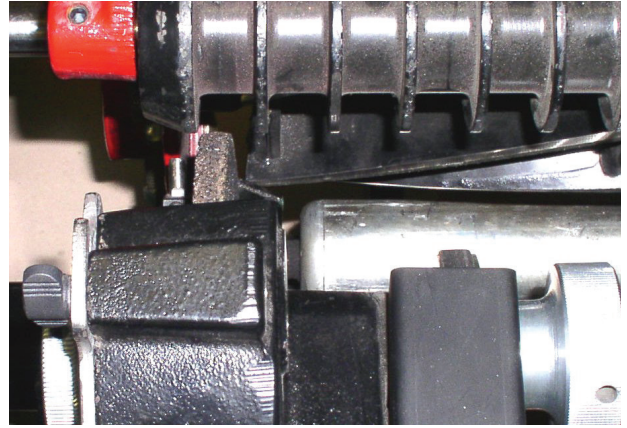
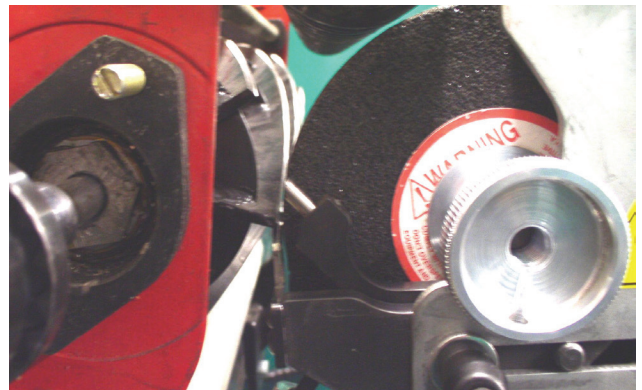
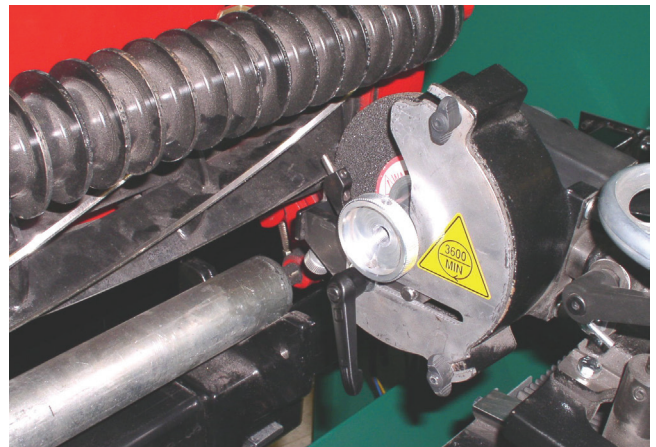

Fig. 69
Fig. 70
Fig. 71
- F. Nu kan du justere bagvinklen, som du ønsker at anvende på cylinderbladet. (Den gennemsnitlige vinkel, der anbefales af producenten, er 20-40 grader. Kontakt den enkelte cylinderproducent for at få den præcise vinkel oplyst, hvis du er i tvivl). Ved at se ned ad cylinderen fra operatørens position kan du se cylinderbladet og dets relative position i forhold til slibeskiven. Se fig. 70. Ved at hæve slibeskiven kan du reducere bagslibevinklen, og omvendt kan du ved at sænke slibeskiven forøge bagslibevinklen. Før slibeskiveenheden til højre side af cylinderen. Stram alle tre (3) låsehåndtag igen.
- M. Drej fremføringen hele vejen til venstre til venstre nærhedskontakt, og hold høje med korrekt frigang mellem slibeskiven og bladet. Indeksfingeren skal springe fremad, når slibehovedet når venstre nærhedskontakt. Se fig. 70. Slibeskiven skal gå fri af cylinderbladet, men cylinderbladet skal forblive på den faste bagslibefinger. Se fig. 69. Kontrollér for korrekt mellemrum mellem indeksfingeren og forreste side af bladet på returvejen til start-positionen. Se fig. 71.